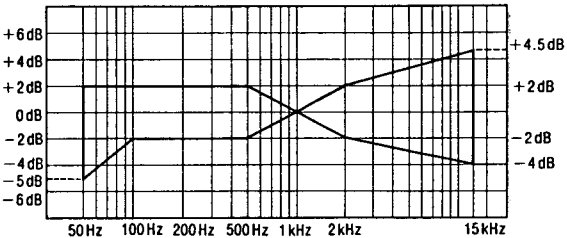

Fig. 10
- 8.S’assurer que le niveau soit en deçà de la plage montrée à la Fig. 10.